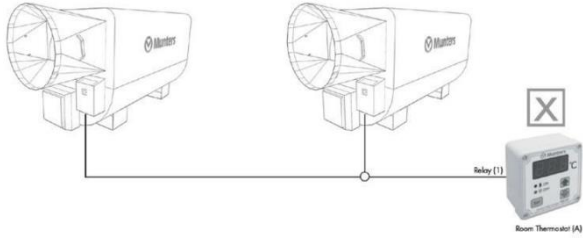

fig.12
- non collegare più di un generatore a un singolo contatto (vedere fig. 12/13/14/15);